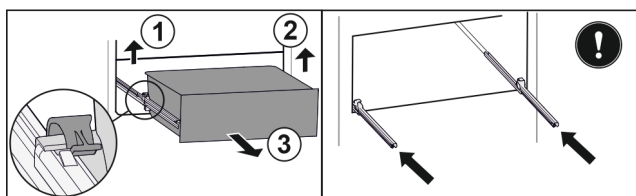

Fig. 112
- ▶ Zvedněte levou svorku a současně vytáhněte zásuvku vlevo dopředu. Fig. 112 (1)
- ▶ Zvedněte pravou svorku a současně vytáhněte zásuvku vpravo dopředu. Fig. 112 (2)
- ▶ Vyjměte zásuvku dopředu. Fig. 112 (3)